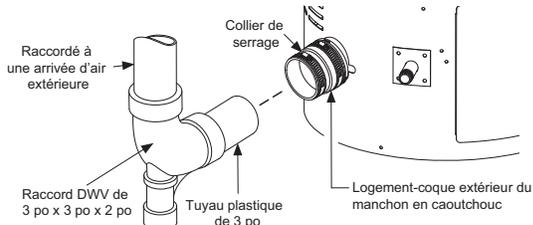

Figure 15. Tuyauterie d'entrée d'air
- Desserrer le collier de serrage sur le manchon en caoutchouc et enfilez la tuyauterie en plastique dans le manchon en caoutchouc. Une fois la tuyauterie en place, resserrer le collier de serrage. Installer un raccord de vidange/écoulement/évacuation 3 po x 3 po x 2 po pour piéger les particules en suspension dans l'air. Voir Figure 15.